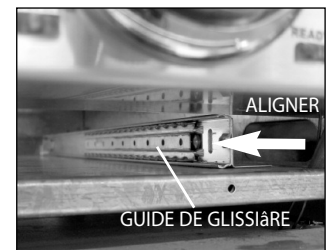

Fig. 16
- Alignez le côté du ramasse-gouttes avec les guides de glissière (Fig. 16).